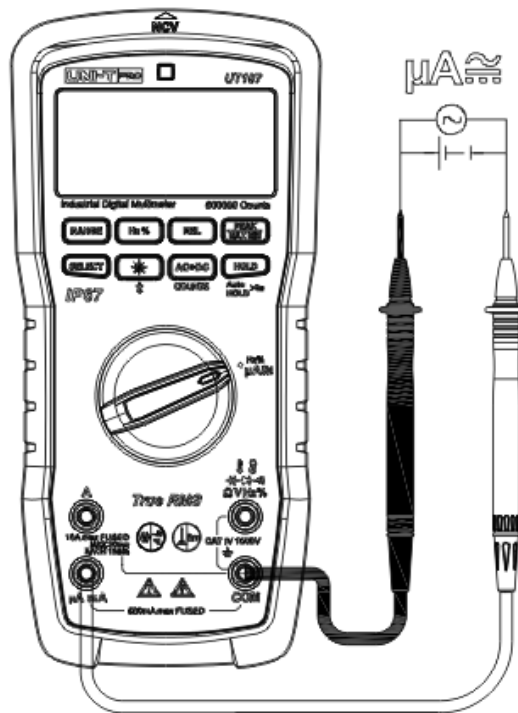

Abbildung 16
13. AC/DC μ A-Messung (Abbildung 16)